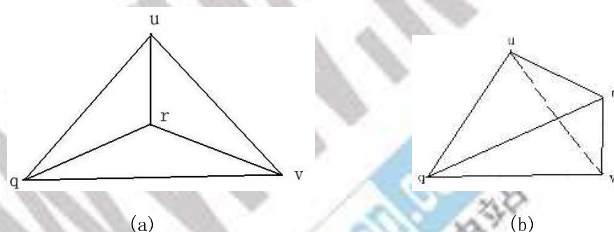

图 1-1
- 1.10 图 1-1 中 a 和 b 分别是三元相图的两种四相反应平面的投影图。其四相反应式分别为 $r \rightarrow u + v + q$ 及 $r + u \rightarrow v + q$ ； ()